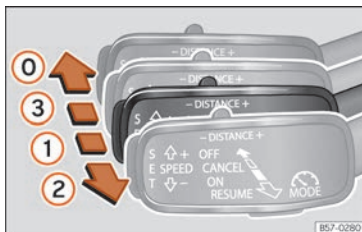
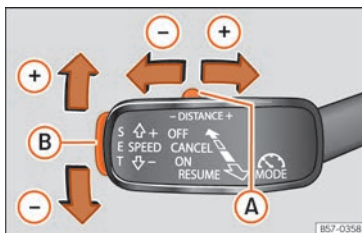

Fig. 157 À gauche de la colonne de direction : troisième levier pour utiliser l'ACC.
Fig. 158 À gauche de la colonne de direction : troisième levier pour utiliser l'ACC.
Votre véhicule dispose d'ACC s'il dispose d'un troisième levier à gauche de la colonne de direction » **fig. 157**.
- Déplacez le levier jusqu'à la position **ON** » fig. 157 ①
- Pour commencer la régulation, appuyez sur la touche **SET** » fig. 158 ② ou placez le levier en position **RESUME** » fig. 157 ②.
Pour programmer la vitesse, déplacez le troisième levier vers le haut **+** ou vers le bas **-** jusqu'à la vitesse désirée » fig. 158. Le réglage de la vitesse s'effectue par intervalles de 10 km/h (5 mph).
Avec l'ACC actif, vous pouvez déplacer le levier sur la position **RESUME** » fig. 157 ② pour augmenter la vitesse souhaitée de 1 km/h (1 mph). Ensuite, vous pouvez appuyer sur **SET** pour la diminuer de 1 km/h (1 mph).
- Déplacez la touche **A** » fig. 158 vers la droite ou la gauche pour augmenter ou diminuer le niveau de distance.
- Déplacez le troisième levier sur la position **CANCEL** » » fig. 157 ③ ou appuyez sur la pédale de frein.